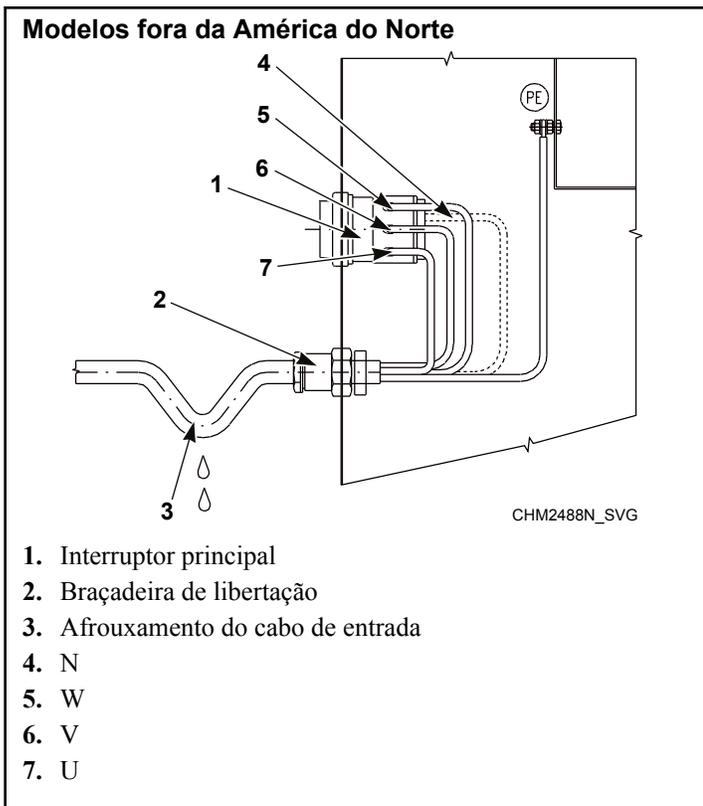
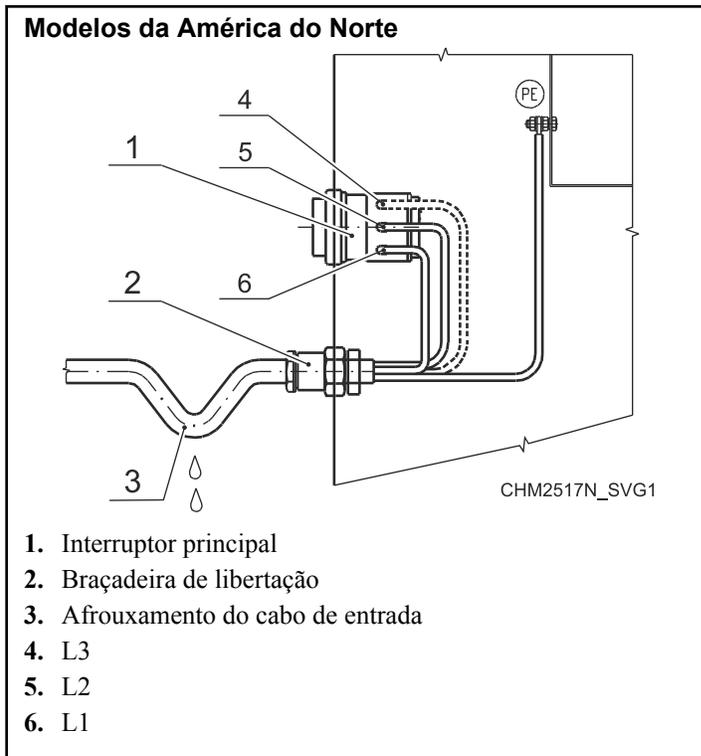

Figura 26
Figura 27
5. Ligue os condutores do cabo de alimentação aos terminais de entrada (interruptor principal [1]) marcados com L1/U, (L2/V), (L3/W), (N) e ao terminal marcado com PE. Consulte *Figura 26* ou *Figura 27*.
6. Afrouxe uma secção do cabo, à frente da respetiva braçadeira de libertação. Isto evitará que água condensada pingue para a máquina. Consulte *Figura 26* ou *Figura 27*.